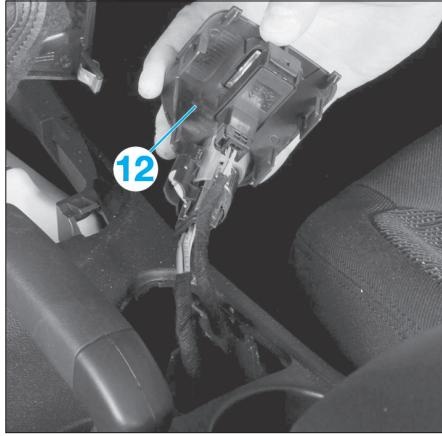

Fig. 7
- Dégrafer la platine (12) d'allume-cigare, puis débrancher les connecteurs (Fig.7).